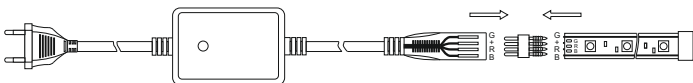

Рисунок 2 / Figure 2 / 2 sýret
- вставить коннектор, идущий в комплекте с драйвером, в ленту. Коннектор имеет разную форму выводов: заострённые выводы подключить к ленте, а скруглённые выводы - к разъёму драйвера (рисунок 2);
Контакты в разъёме драйвера расположены несимметрично (рисунок 2). При монтаже разъём драйвера расположить так, чтобы контакты располагались в нижней части разъёма;
- insert the connector included with the driver into the tape. The connector has a different pin shape: connect the pointed pins to the tape, and the rounded pins to the driver connector (Figure 2);
- insert the connector with the tape into the driver connector according to the polarity. The contacts in the driver connector are arranged asymmetrically (Figure 2). When mounting, position the driver connector so that the contacts are located at the bottom of the connector;
- вставити конектор, що йде в комплекті з драйвером, в стрічку. Конектор має різну форму висновків: загострені висновки підключити до стрічки, а округлені Висновки - до роз'єму драйвера (рисунок 2);
Контакти в роз'ємі драйвера розташовані несиметрично (рисунок 2). При монтажі роз'єму драйвера розташувати так, щоб контакти розташовувалися в нижній час.